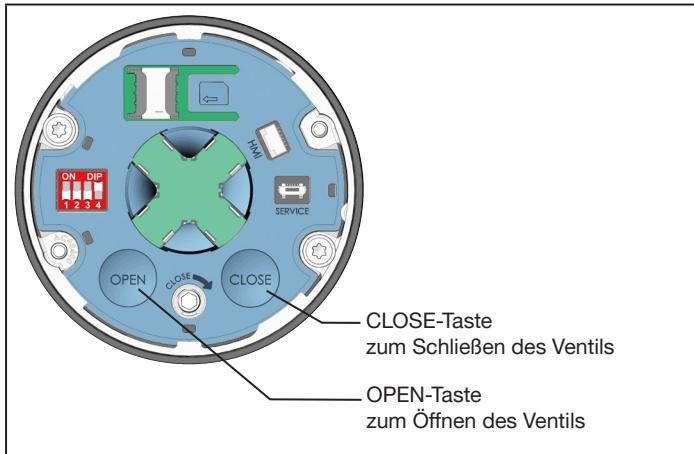

Bild 38: Elektrische Handbetätigung bei Geräten ohne Display-Modul
- Mit der OPEN-Taste und CLOSE-Taste das Ventil öffnen oder schließen (siehe „Bild 38“). **⚠** CLOSE-Taste bei geschlossenem Ventil nicht erneut drücken!